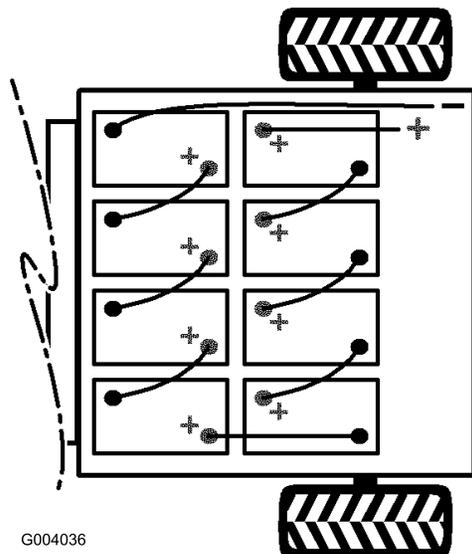

Figura 6
- Instale as baterias (gravura Figura 6).
**Nota:** Obs.: Preste atenção à polaridade das baterias quando trocar de baterias (Figura 6).
6. Ligue as baterias umas às outras com os cabos próprios (gravura Figura 6). As pontas dos cabos de ligação não podem tocar em arestas vivas.
7. Aperte o parafuso e fixe o outro lado do dispositivo de bloqueio com um parafuso novo (5/16 x 3/4 polegada) e porca flangeada (5/16 polegada) (Figura 6).
8. Ligue o fio positivo comprido e vermelho das baterias ao veículo (Figura 6).
9. Ligue o fio negativo comprido e preto das baterias ao veículo (Figura 6).